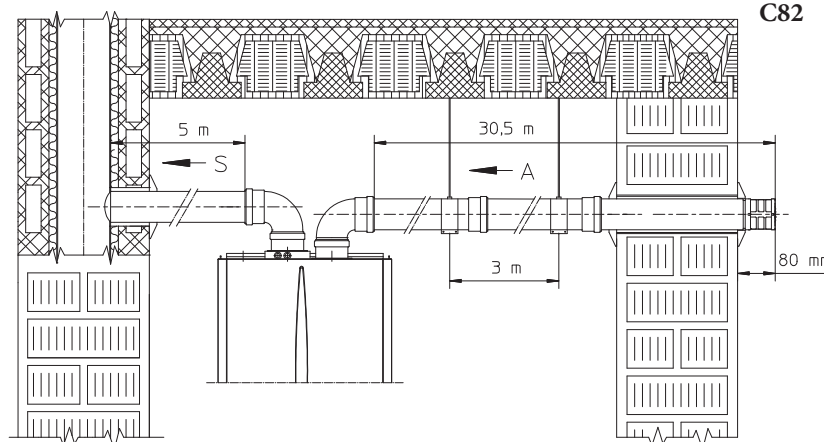

Fig. 1-28
- Perdita di temperatura nei canali da fumo. Per evitare problemi di condensa dei fumi nel condotto di scarico Ø 80, dovuti al loro raffreddamento attraverso la parete, è necessario *limitare la lunghezza del condotto di scarico a soli 5 metri* (Fig. 1-28). Se si debbono coprire distanze superiori è necessario utilizzare i tubi Ø 80 coibentati (vedi capitolo kit separatore Ø 80/80 coibentato).